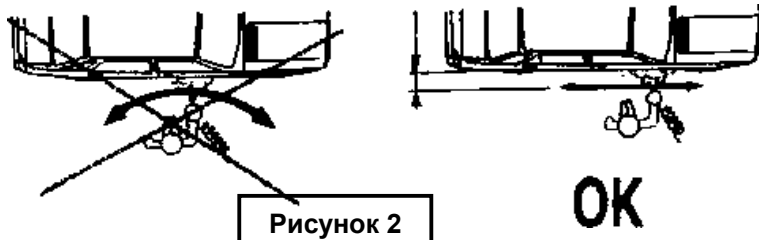

Рисунок 2
- Струя краски должна быть постоянно перпендикулярна окрашиваемой поверхности, краска должна наноситься горизонтальными движениями. Любое нарушение этих условий ведет к неравномерному окрашиванию (см. рис. 2)